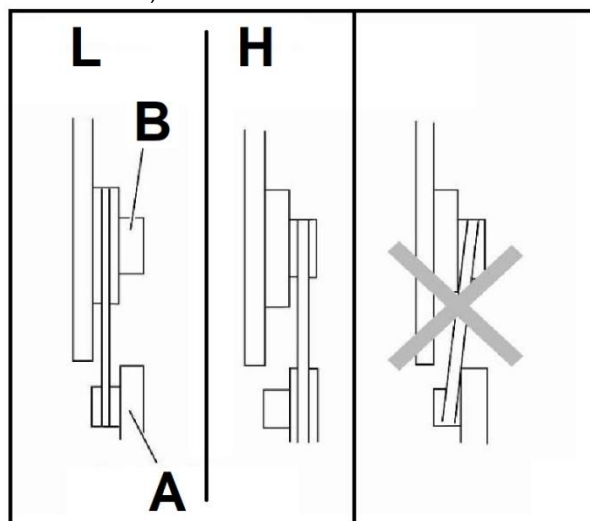

Рисунок 22
- Установите приводной ремень в нужную канавку шкива (нижний шкив пильной ленты В, Рис. 22) и соответствующую канавку шкива двигателя (А, Рис. 22).